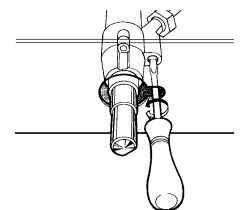

fig.10
- enlevez la manette du robinet et effectuez le réglage au moyen de la vis de réglage située à droite du robinet (fig.10) jusqu'à ce que vous obteniez une flamme régulière, utilisez un tournevis (en dévissant la vis le minima augmente, en la vissant il diminue).